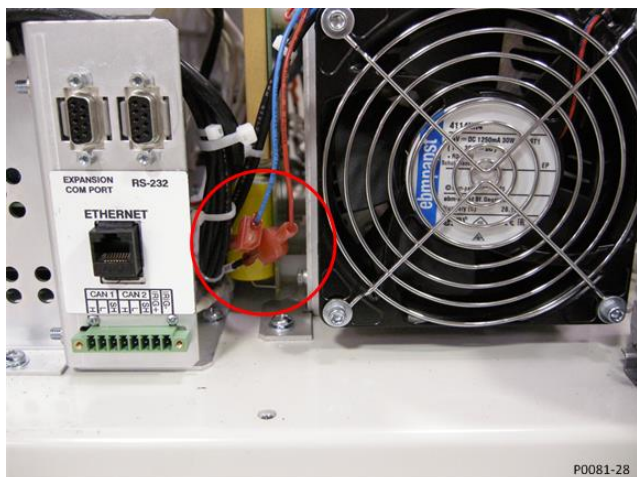

Figure 3. Emplacement de la fiche du câble du ventilateur
- Localisez le ventilateur de refroidissement défectueux et débranchez les câbles rouge et bleu du ventilateur qui sont reliés aux câbles du ventilateur du DECS-250E. Voir Figure 3.